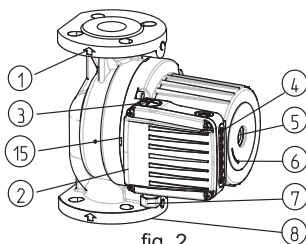

fig. 2
La flecha situada en el cuerpo de la bomba indica el sentido de la circulación del agua (fig. 2 - POS. 1).
Antes de realizar la conexión es necesario desenroscar la tapa superior (fig. 2 - POS. 2)
Para cambiar las prestaciones de la bomba (altura) en función de las necesidades quitar la tapa superior (Fig. 2 - pos.2). Para cambiar la velocidad quitar y mover el selector (Figura 4 página 44) a la velocidad deseada.
- desenrosque la tapa de descarga y gire el eje de la bomba con un destornillador (fig. 2-POS.5) hasta que la bomba no está libre;